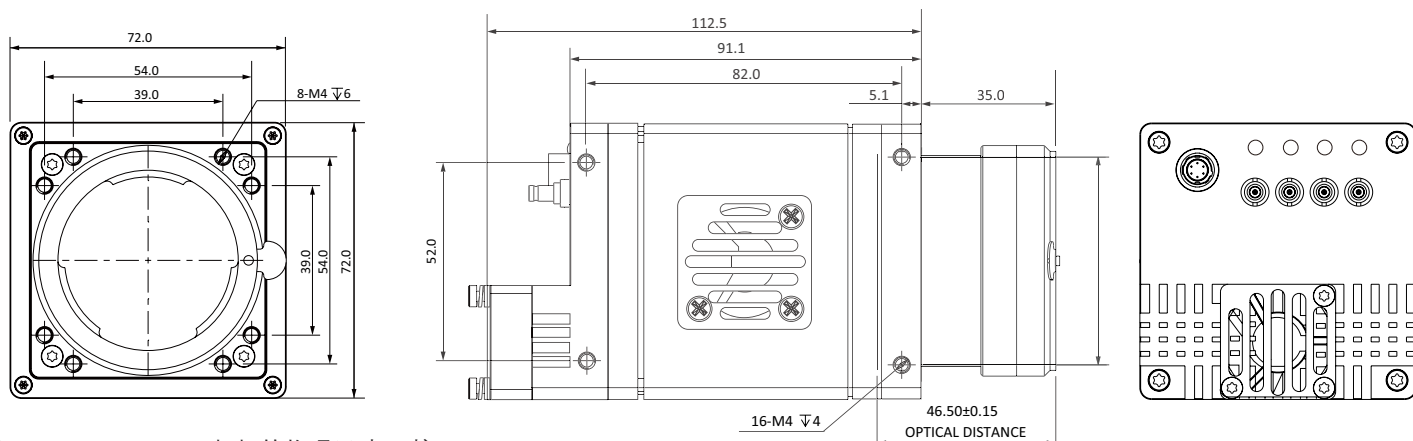

图 1-9: 72 * 72 * 91.1 相机的物理尺寸 (F 接口)。
- $72 \times 72 \times 91.1\text{mm}$ F 接口相机尺寸图如图 1-9 所示。